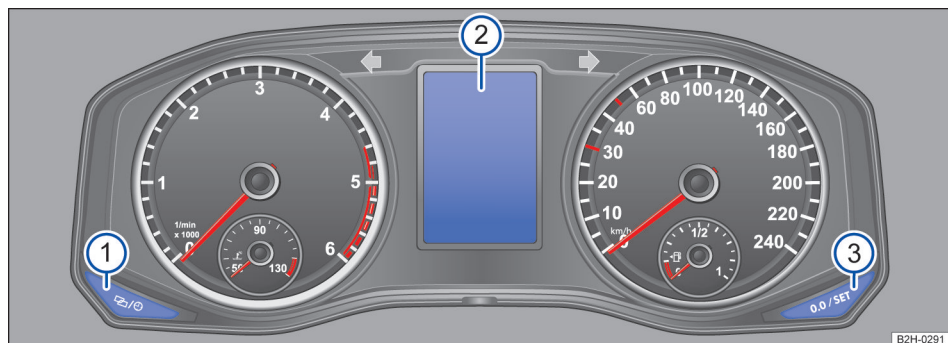

Fig. 181 Botões no instrumento combinado no painel de instrumentos.
- Pressionar o botão  → Fig. 181 ① no instrumento combinado tantas vezes, até que seja exibida a indicação **RDK Calibração da pressão dos pneus** no display → Fig. 181 ②.
- Pressionar o botão  → Fig. 181 ③ durante mais de três segundos, até soar um sinal sonoro.